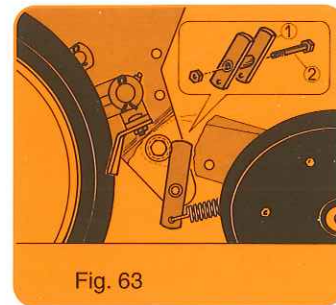

Fig. 63
(Au minimum il faut 1 entretoise en H (8) (fig. 63), réf. 7262a, 1 vis H M 10 x 120, 1 écrou H M 10).
Après avoir enlevé la roue de plombage et son cadre, remettre en place les 2 ressorts, du bloc arrière avec l'entretoise en H (8) (fig. 63), montée avec la vis H M 10 x 120 plus l'écrou H M 10.
(a minimum of 1 H spacer (8) (fig. 63) ref 7262a, 1 HM 10 x 12 screw, 1 HM 10 nut).
After having removed the press wheel and its frame, put back in place the 2 springs, the rear unit with the H spacer (8) (fig. 63), assembled with the HM 10 x 120 and the HM 10 nut.
(Distanzhülse (8) Fig. 63 ET NR. 7262a, 1 HM Schraube 10X20, Mutter HM10)
Nachdem Sie die Andruckrolle und den Rahmen demontiert haben, bauen Sie die zwei Federn mit der Distanzhülse (8) Fig. 63 und der Schraube HM 10X120 mit Mutter HM 10 wieder ein.